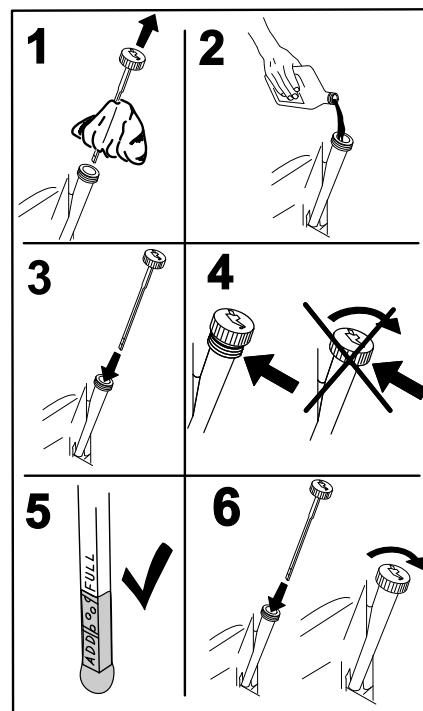

図 42
5. 所定量の 80% 程度のオイルをゆっくり入れ、そこから、残りの量を注意深く足して FULL マークまで入れる図 42。